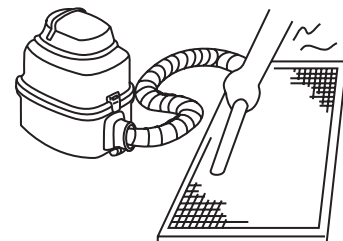

Рисунок 9-3
- Во время чистки пылесосом приточная сторона фильтра должна быть направлена вверх. (См. *Рисунок 9-3*).